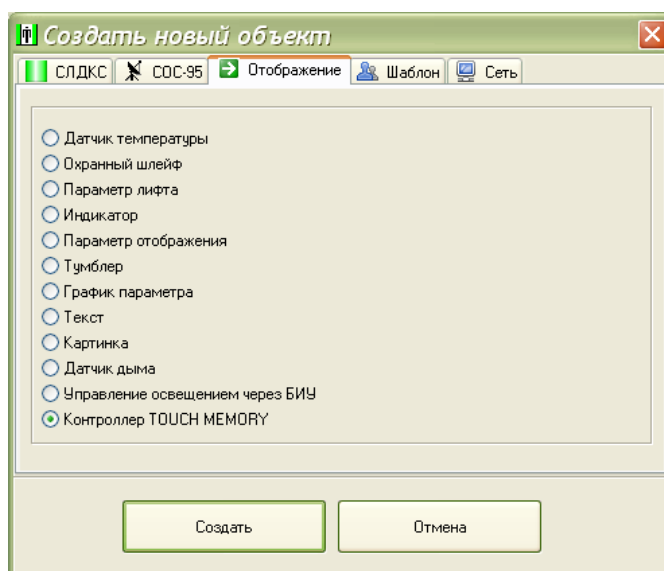

Рисунок 46
1) В контекстном меню выбрать пункт «Создать новый объект», на вкладке «Отображение» выбрать блок контроллер Touch Memory (рисунок 46).